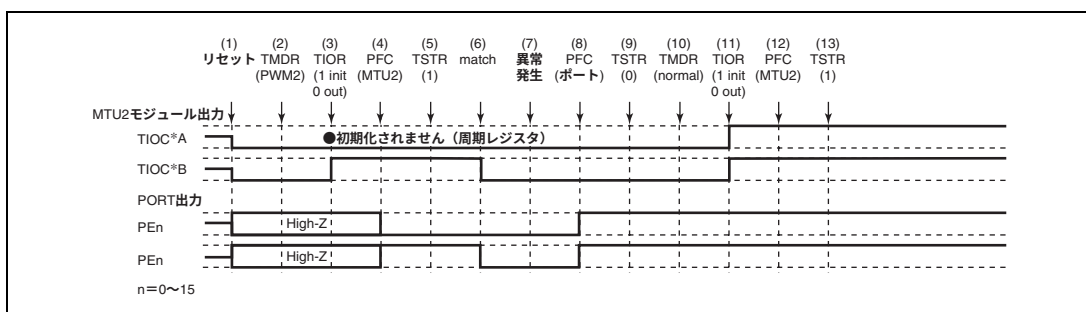

図 12.129 PWM モード 2 で異常が発生し、ノーマルモードで復帰する場合
PWM モード 2 で異常が発生し、再設定後ノーマルモードで再スタートする場合の説明図を図 12.129 に示します。
(1) ~ (9) は図 12.129 と共通です。
(10) PWM モード 1 を設定します。
(11) TIOR で端子を初期化してください (PWM モード 1 では TIOC*B 側は初期化されません)。
(12) 汎用入力ポートで本モジュール出力としてください。
(13) TSTR で再スタートします。
(15) PWM モード 2 で動作中に異常が発生し、PWM モード 2 で再スタートする場合の動作
- (1) ～ (9) は図 12.129 と共通です。
- (10) PWM モード 2 で再スタートする場合には必要ありません。
- (11) TIOR で端子を初期化してください (PWM モード 2 では周期レジスタの端子は初期化されません)。
- (12) 汎用入出力ポートで本モジュール出力としてください。
- (13) TSTR で再スタートします。
(16) PWM モード 2 で動作中に異常が発生し、位相計数モードで再スタートする場合の動作
- (1) ~ (9) は図 12.129 と共通です。
- (10) 位相計数モードを設定します。
- (11) TIOR で端子を初期化してください。
(17) 位相計数モードで動作中に異常が発生し、ノーマルモードで再スタートする場合の動作